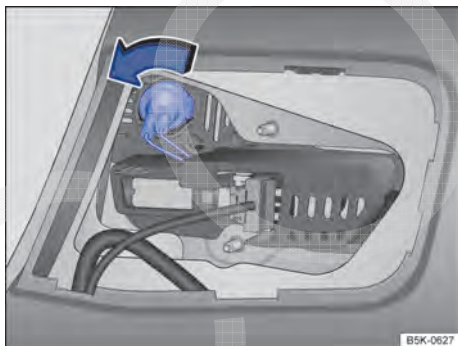

Fig. 206 Na tampa do compartimento de bagagem: remover o suporte da lâmpada.
3. Girar suporte da lâmpada → Fig. 206 no sentido da seta até o batente e puxar para trás com a lâmpada incandescente.
4. Substituir a lâmpada incandescente queimada por uma lâmpada incandescente nova do mesmo modelo. Colocar o suporte da lâmpada → Fig. 206 e girar no sentido anti-horário até o batente.